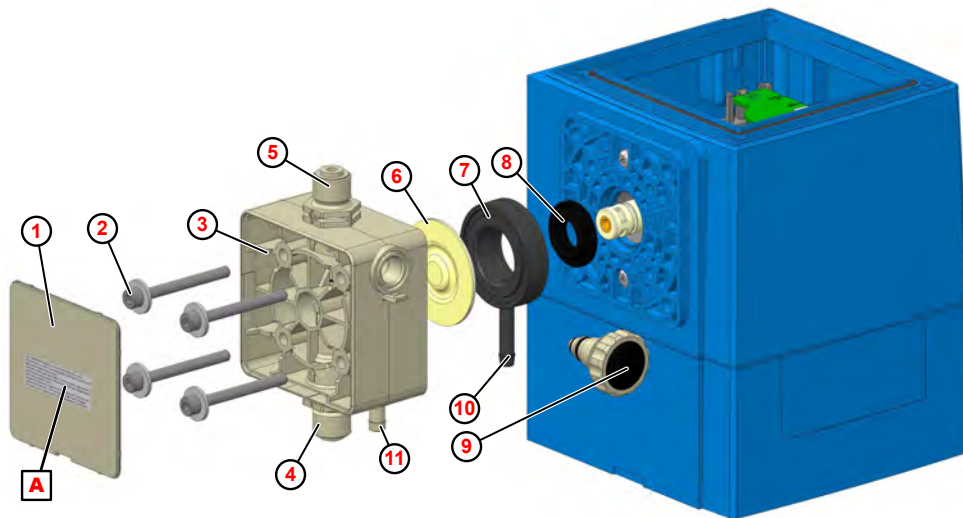

Abb. 23: Austausch von Pumpenkopf, Membrane und Schutzmembrane
1. Saug- und Druckventil ( Abb. 23 , ④ und ⑤ ) abschrauben.
2. Entlüftungsschraube ⑨ herausschrauben (nur bei Pumpenkopfwechsel).
3. Abdeckplatte ① am Dosierkopf entfernen.
4. Pumpenkopfschrauben ② lösen und herausnehmen.
5. Pumpenkopf ③ abnehmen.
6. Membrane ⑥ abschrauben.
7. Zwischenplatte ⑦ rausnehmen.
8. Schutzmembrane ⑧ vom Stößel abziehen.
10. Zwischenplatte so einlegen, dass Membranbruchauslauf ⑩ nach unten zeigt.